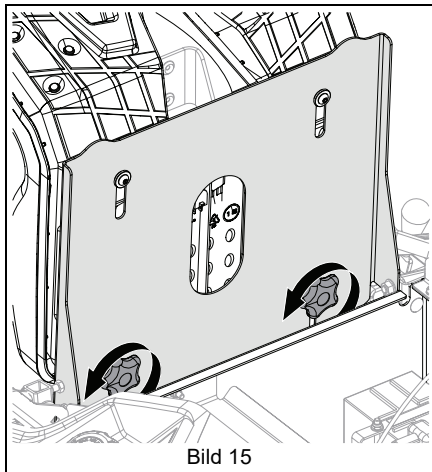

Bild 15
2. Lossa de två vingknapparna som sitter mot framsidan av sittplattan. Se Bild 15.